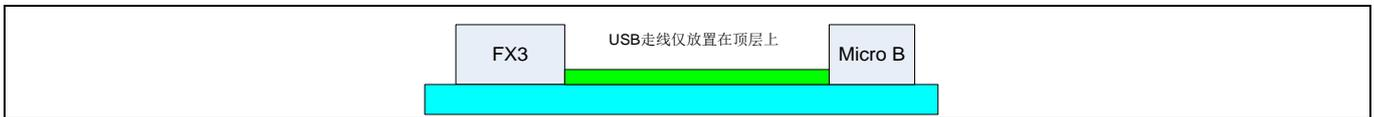
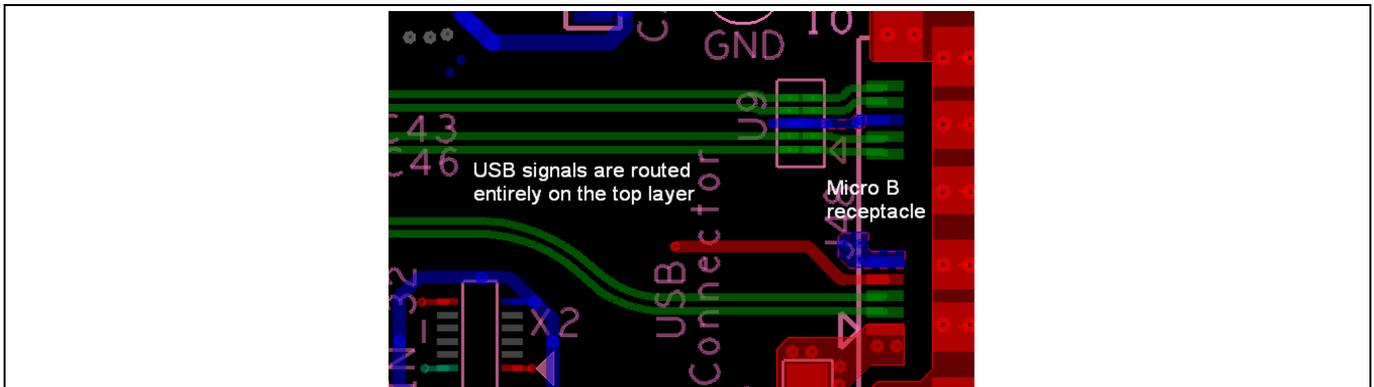

Figure 28 Micro-B 插座的位置
Figure 29 Micro-B 插座的布局
- 由于 Micro-B 插座是表面贴装的插座，所以要将 USB 信号全部布线在与 EZ-USB™ FX3 器件和 USB 3.0 Micro-B 插座相同的层，如 **Figure 28** 所示。另外，该层的布局如 **Figure 29** 所示。